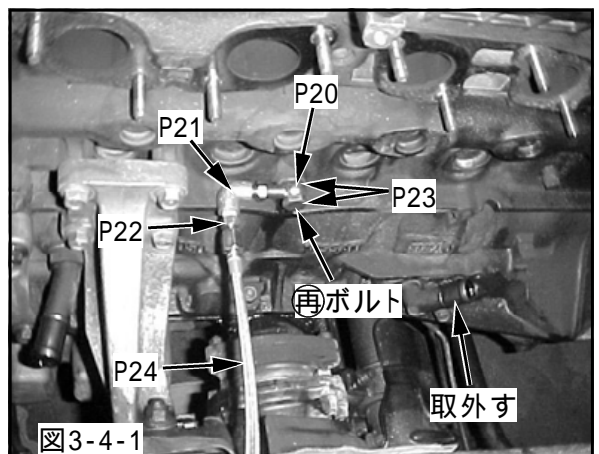

図3-4-1
- (1)オイルインレットバンジョウ PT1/8, オイルラインニップルPT1/8-AN4, オイルインレットホース, メスエルボPT1/8を組付け、エンジンブロックに取付けてください。(図3-4-1)
- (1)純正リヤ用オイルリターンパイプを取外し、プレートカバー, ガスケットオイルリターン, ボルトM8 L=15, スプリングワッシャM8用をエンジンブロックに取付けてください。(図3-4-1)